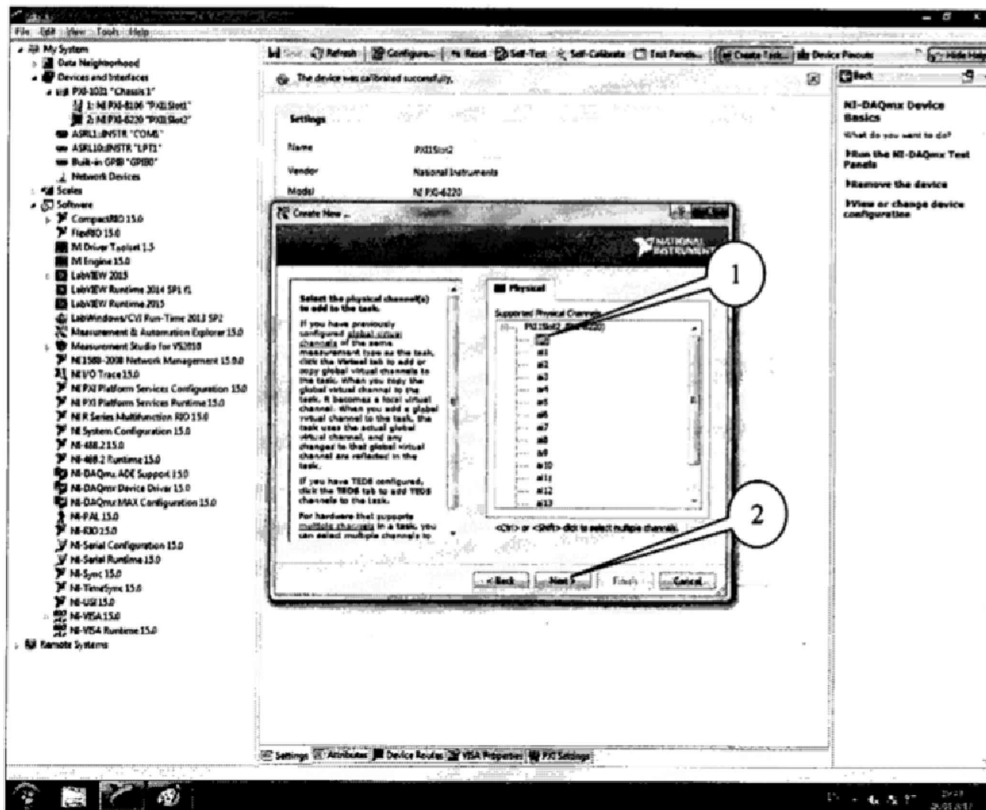

Рисунок 4.
4.12.2 В появившемся окне (рисунок 4) в перечне каналов выбрать канал «ai0» (1) и нажать кнопку «Next» (2).